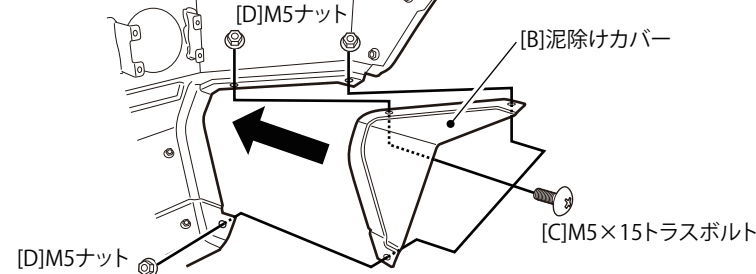

図3 フォグランプの取付け
- ⑤ 図3を参考に純正フォグランプ左右を純正バンパーから[A]バンパー本体に移設します。